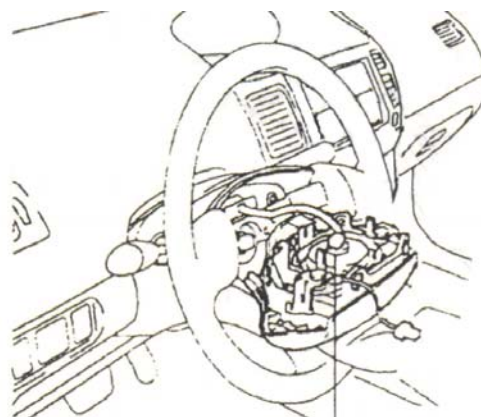

图3
- (1) 用一字起撬开转向盘饰盖。
- (2) 用套筒扳手或者螺丝刀，松下 2 个螺栓。
- (3) 从转向盘中拉出喇叭按钮总成，如图3所示。